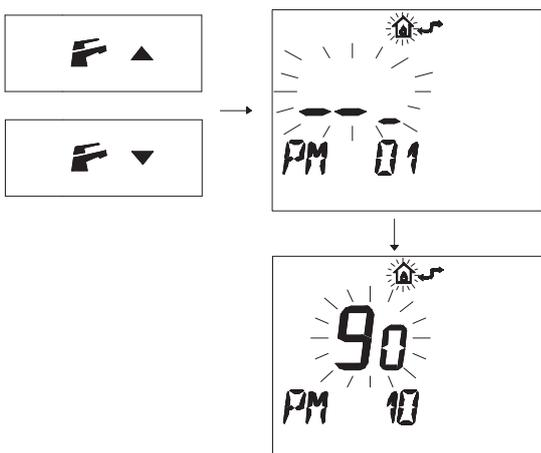

Рисунок 5.49
- Нажмите кнопку **F** с **▼** или **F** с **▲**, чтобы вывести на дисплей код "PM10" для выбора частоты повторного включения (Рисунок 5.49).
Рисунок 5.49 показывает заданное значение **90**, которое соответствует повторному включению каждые 3 минуты.